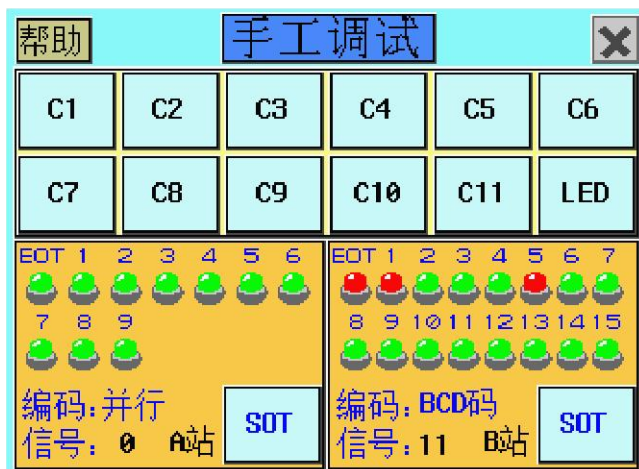
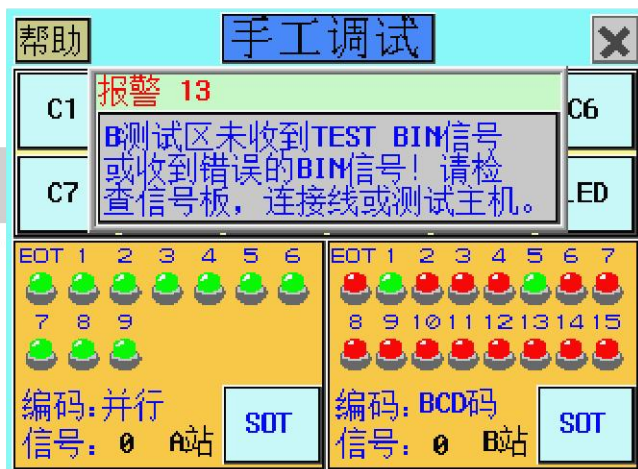

图 4（极性正常）
图 5（极性相反）
(2) BIN 信号的极性与主机上设置不一致。如下面几种情况：
- 用 BCD 码时，只看 1-5 五个信号。表示 BIN11 应该是 1、5 为红，如图 4，而现在图 5 显示是 1、5 为绿，说明 BIN 信号的极性与主机上设置不一致。